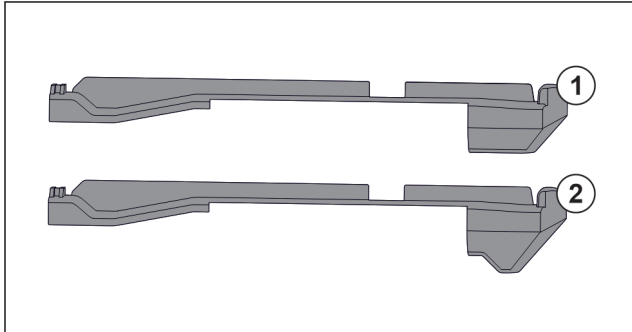

Fig. 128 Confronto degli elementi inseribili
Nell'apparecchiatura si trovano due diversi elementi inseribili. L'elemento inseribile sopra il cassetto più in basso Fig. 128 (2) presenta un bordo triangolare. Tutti gli altri elementi inseribili Fig. 128 (1) dispongono di un bordo dritto.
- ▶ Applicare l'elemento inseribile Fig. 128 (2) con il bordo triangolare sopra il cassetto più in basso.
- ▶ Applicare l'elemento inseribile Fig. 128 (1) con il bordo dritto su tutti gli altri punti.